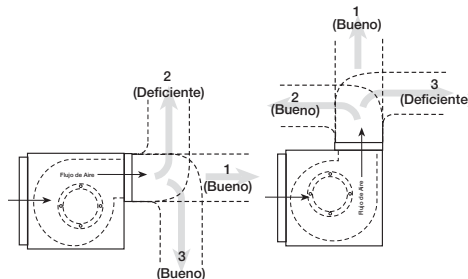

Figura 11 — Instalación de la Red de Conductos
3. La instalación de la red de conductos es fundamental para el rendimiento del ventilador, como se muestra en la Figura 11. Se recomienda la red de conductos rectos (1) o la red de conductos que va en la misma dirección de la rueda (2). La red de conductos que va en la dirección opuesta a la de la rueda (3) provocará turbulencia y contrapresión, lo que dará un rendimiento deficiente.